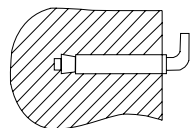

Рис. 5. Крепежный анкер для монтажа.
- Присоедините дренажный шланг (позиция 3 на рис. 5) к запорному крану на тройнике на входе холодной воды в водонагреватель и направьте его в канализацию, либо в место слива воды. Откройте запорный кран и дождитесь полного слива воды.
После выбора места монтажа определите места под два крепежных болта с крючками (в зависимости от спецификации выбранного изделия). Прodelайте в стене два отверстия необходимой глубины, соответствующие размеру крепежных болтов, вставьте винты, поверните крючок вверх, плотно затяните гайки, а затем установите на него электрический водонагреватель (см. рис. 5).